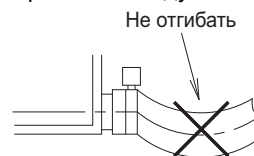

Рис. 26
- Не допускайте отклонения сливного шланга (1) во внутреннем блоке. (См. рис. 26) (Возможно возникновение нехарактерного шума, например бурления.) (В случае отклонения сливного шланга (1) возможно повреждение решетки воздухозаборника.)